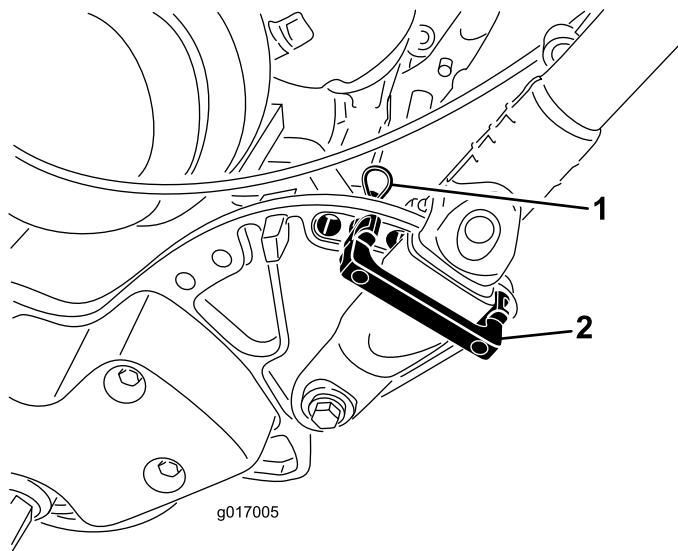

図 27
1. 機体左右のハンドルリテーナからヘアピンコッターを抜き取る図27。
2. ハンドルを支えながら、左右のヘアピンコッターを抜き、ハンドルを希望の位置にセットする図27。